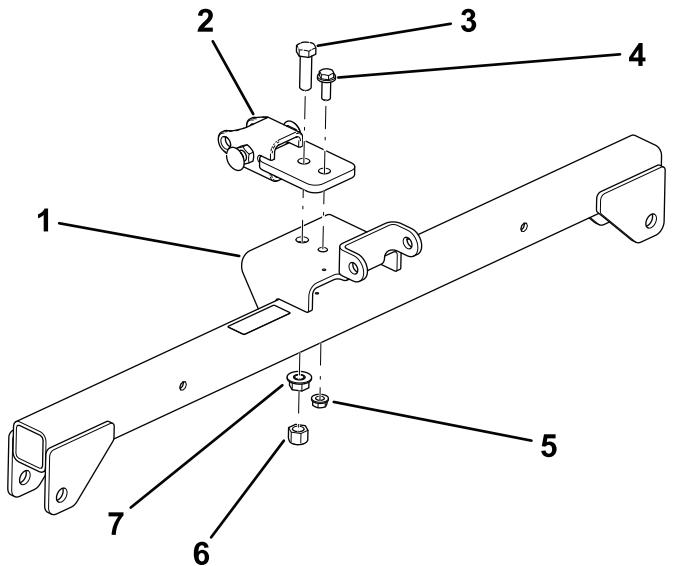

Figura 3
1. Montate, senza serrarla, la barra di traino nel foro anteriore del gruppo supporto (Figura 3) con un bullone (1/2" x 1 3/4"), un dado flangiato (1/2") e un dado esagonale (1/2").